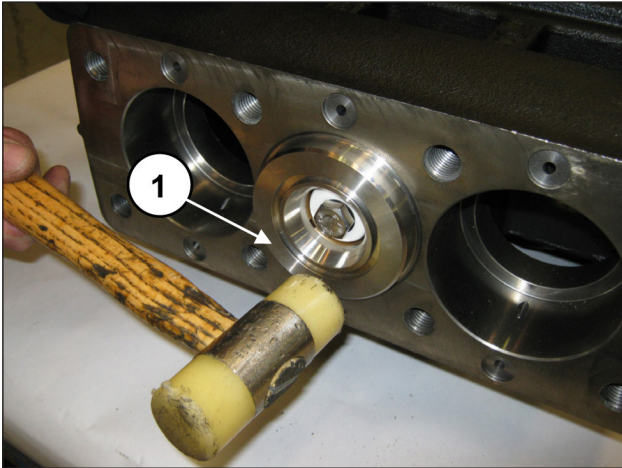

Abb. 192
Vergewissern Sie sich, dass die Gruppe Buchse-Dichtungshalter bündig in ihrem Sitz liegt (Pos. ①, Abb. 192).